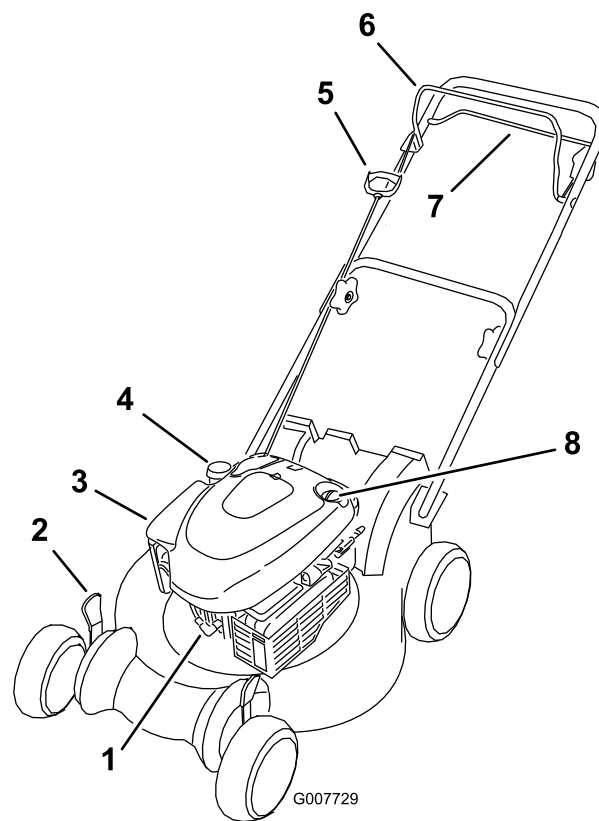

Figur 10
2. Tryck in knappen på spaken med tummen och för in mullningspluggen hela vägen i öppningen (Figur 10).